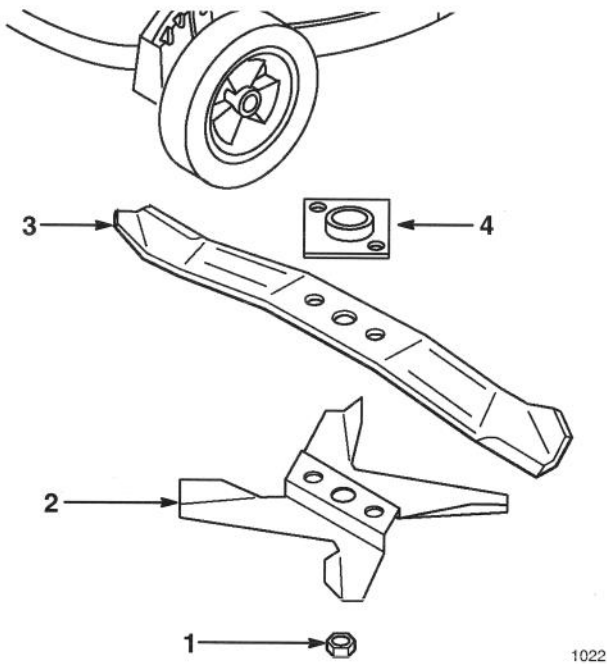

Figure 29
1. Retirer l'écrou de lame et l'hélice de paillage (Fig. 29).
2. Séparer la lame de sa plaque d'entraînement (Fig. 29).
1. Installer la plaque d'entraînement sur le vilebrequin (si elle a été retirée) (Fig. 29).